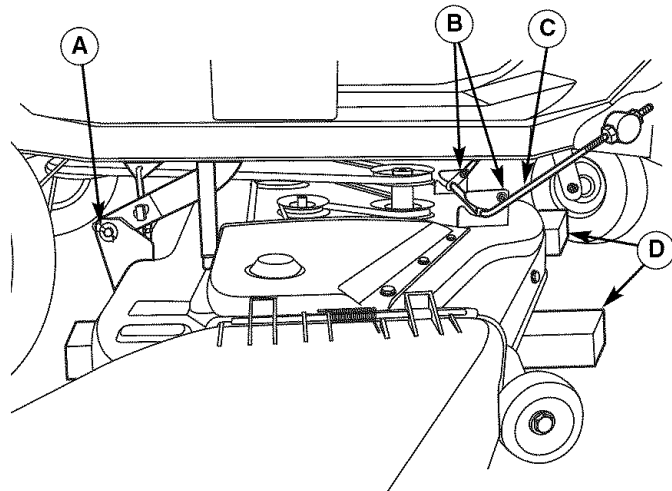
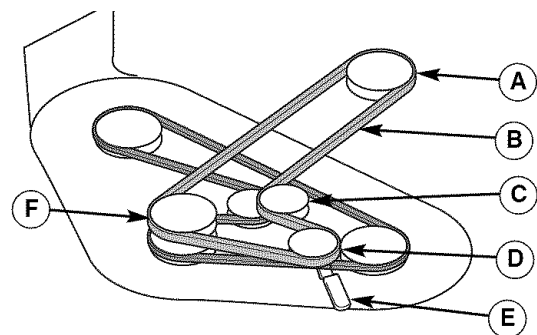

Figura 10. Componentes del Enganche de la Sesgadora
Figura 11. Disposición de la banda de sesgadora
3. Use la palanca de desembrague de la correa en la sesgadora (D, Figura 11) para liberar la tensión de la correa. Quite la correa de la sesgadora de la polea del motor (A).
6. Coloque bloques de madera de 4x4 (D, Figura 10) debajo del borde frontal y trasero de la cubierta de la sesgadora para apoyarla fijamente.
9. Retiras la horquilla (A) que sujeta el brazo de elevación trasero de la sesgadora. Separe el brazo de elevación de la cubierta de la sesgadora. Repita los pasos anteriores en ambos lados de la sesgadora.
10. Quite el tornillo de cabeza redonda y la tuerca con resalto de 3/8-16 x 3/4 (B) que sujetan el retenedor de la varilla. Quite el retenedor y la varilla (C).
1. Deslice la cubierta de la sesgadora abajo del lado derecho del montable. Deslice la sesgadora hacia adelante y acople la varilla frontal (D, Figura 10) a los ganchos delanteros de la cubierta de la sesgadora.
2. Instale el soporte del retenedor de la varilla (B) y fije los dos tornillos de cabeza redonda y las tuercas con resalto de 3/8-16 x 3/4 (C).
3. Deslice la sesgadora hacia atrás y conecte los brazos de elevación traseros a la cubierta de la sesgadora. Sujételos con las horquillas (A).
5. Use el ajuste de altura de corte de la sesgadora para elevar la sesgadora hasta que ya no descansa sobre los bloques de madera de 4x4 (E).
6. Gire el interruptor de encendido a OFF (apagado) y quite la llave. Retire los bloques de 4x4 (E).
7. Use la palanca de desembrague de la correa de la sesgadora para liberar la tensión de la correa e instale la correa como se muestra en la Figura 11.